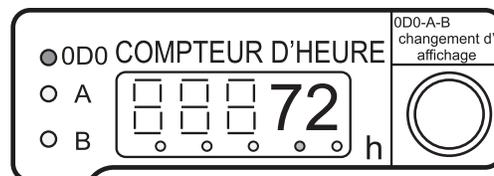

Figure 30. Compteur horaire (position de marche)
- Ensuite, vérifiez que l'indicateur DEL ODO est allumé (**ACTIVÉ**) et que l'affichage du compteur horaire (Figure 30) indique le nombre total d'heures d'utilisation de la machine.